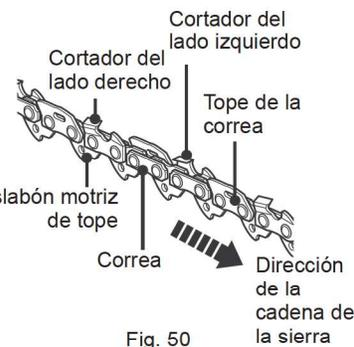

Fig. 50
- > La diferencia de altura entre el diente y el borde es la profundidad de corte. Al afilar la cadena de la sierra (3) se deben considerar los siguientes puntos (Fig. 50).